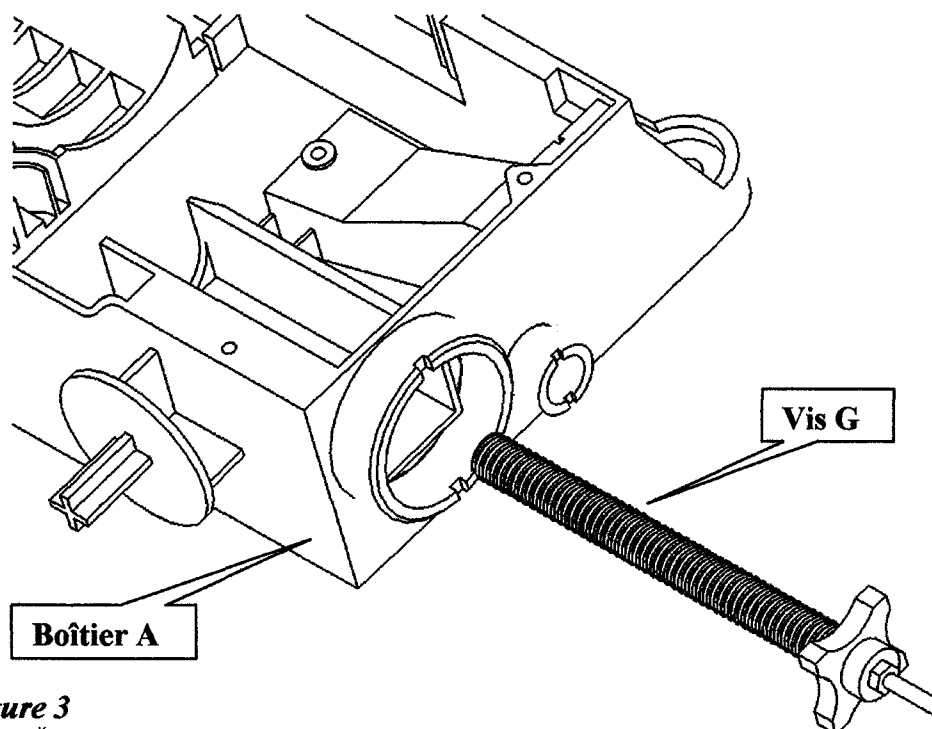

Figure 3
2-2-4 / Colorier *en vert*, sur le dessin partiel ci-dessous (*Figure 3*), les surfaces visibles du boîtier (A) et de la vis (G) qui participent au guidage en translation.